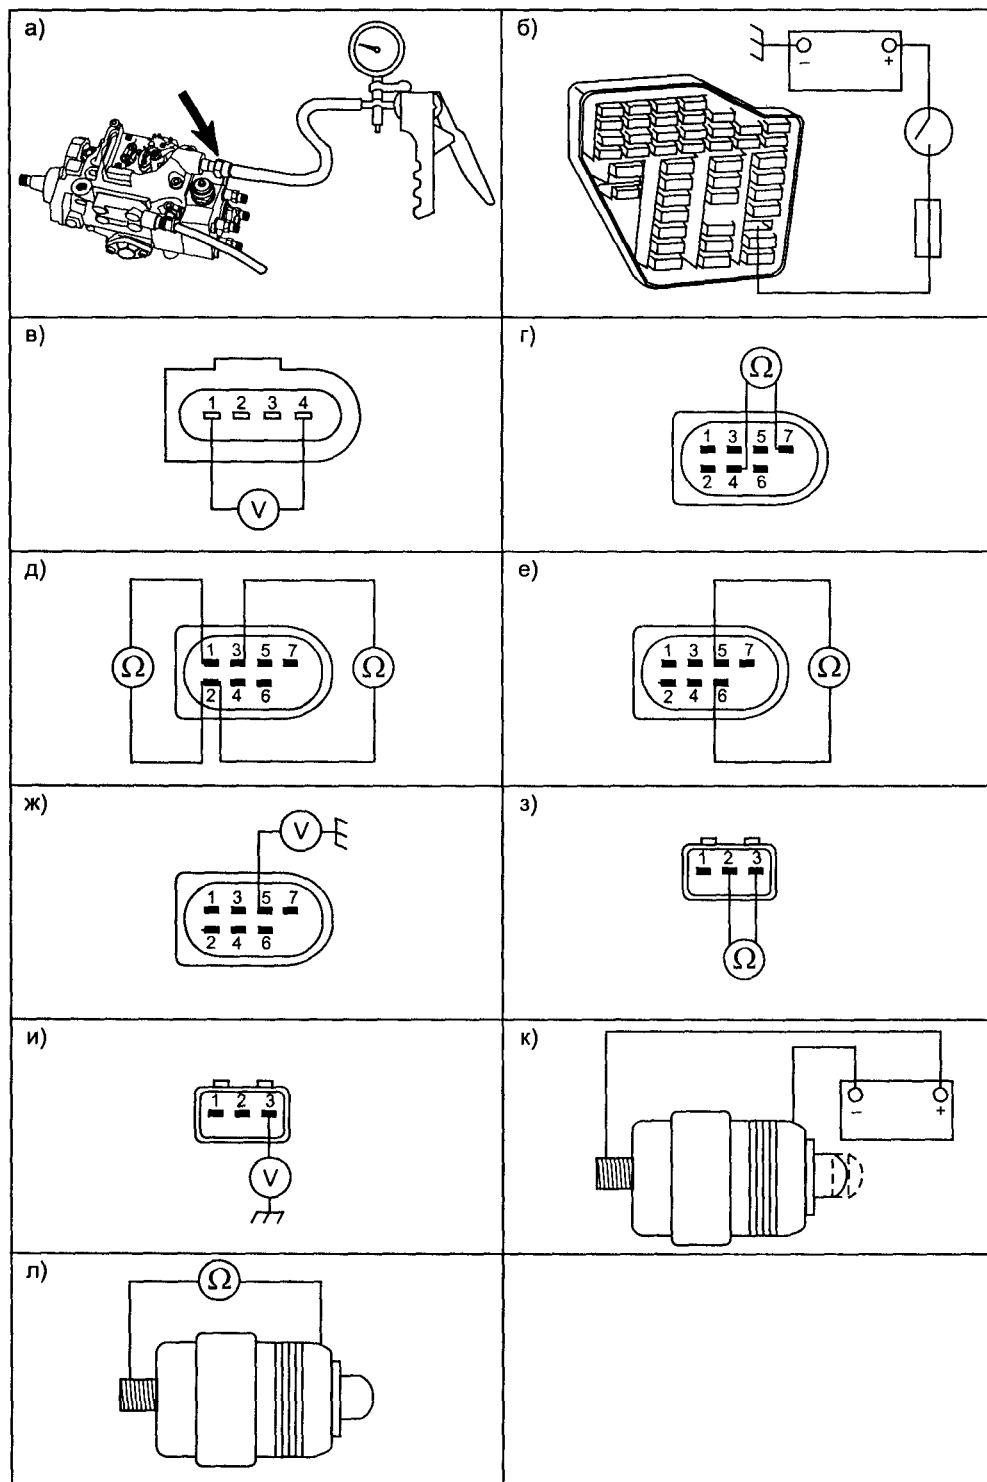

Рис. 1.2.7. Проверка компонентов топливной системы
Отсоединяют ТНВД от топливопровода обратного слива топлива подключают к штуцеру «обратного клапана» ТНВД ручной насос (рис. 1.2.7а). Создают насосом разрежение и удаляют воздух из ТНВД до появления топлива в шланге обратного слива.
- собирают диагностическую схему (рис. 1.2.7б, предохранитель F28 извлечен из колодки, питание подается на его шину) и проверяют наличие напряжения 12 В на контактах 1—4 разъема насоса FTP (рис. 1.2.7в). Если напряжение равно нулю, проверяют соединения, а если есть — заменяют насос FTP.
Показания датчика FTS используются при расчете параметров цикловой подачи топлива. Для проверки датчика отсоединяют 7-контактный разъем ТНВД (рис. 1.2.7г) и проверяют сопротивление между контактами 4 и 7 (табл. 1.2.3), если есть несоответствие заменить FTS датчик.
Регулятор FQA представляет собой электромагнитный поворотный исполнительный механизм, изменяющий положение регулирующей втулки ТНВД от нуля до максимума. Для управления регулятором используется ШИМ (широотно-импульсная модуляция) сигнал (см. осц. на рис. 1.2.5д). Для проверки регулятора FQA необходимо включить зажигание, на контакте 5 разъема ТНВД должно быть 12 В (рис. 1.2.7ж). Если напряжение равно нулю, проверяют реле K46, замок зажигания и соответствующие соединения. Если питание в норме, на отсоединенном разъеме ТНВД измеряют сопротивление обмотки регулятора между контактами 5 и 6, его величина 0,5...2,5 Ом (рис. 1.2.7е).
Датчик FQAS — кольцевой короткозамкнутый датчик, включенный по полудифференциальной схеме, он определяет угловое положение регулятора FQA. Необходимо проверить сигнал датчика на работающем на х.х двигателе (см. осц. на рис. 1.2.5е). Сопротивление обмотки датчика FQAS измеряют между контактами 1—2, и 2—3 отсоединенного разъема ТНВД, оно должно быть в пределах 5...7 Ом (рис. 1.2.7д).
Давление топлива внутри ТНВД, пропорциональное частоте оборотов двигателя, действует на механизм установки момента впрыска. Этот механизм также регулируется регулятором FITS. Положение регулятора зависит от скажности управляющего сигнала, формируемого ЕСМ (осц. на рис. 1.2.5г). Для проверки регулятора FITS включают зажигание, на контакте 3 разъема ТНВД должно быть 12 В (рис. 1.2.7и). Если напряжение отсутствует, проверяют предохранитель F1, реле K46, замок зажигания и соответствующие соединения.
Если 12 В есть, на отсоединенном разъеме ТНВД измеряют сопротивление обмотки регулятора между контактами 2 и 3, его величина 12...20 Ом (рис. 1.2.7з).
В ТНВД с электронным управлением двигатель останавливается механизмом регулятора цикловой подачи топлива, однако для повышения надежности имеется электромагнитный клапан отсечки топлива, который во включенном состоянии блокирует канал подвода топлива в надплунжерное пространство и останавливает двигатель. Для проверки клапана FSS измеряют сопротивление обмотки клапана, его величина равна 7,5 Ом (рис. 1.2.7л). После этого собирают диагностическую схему (рис. 1.2.7к) и проверяют работу клапана. При включении питания плунжер должен втянуться, а при отключении питания выйти наружу.